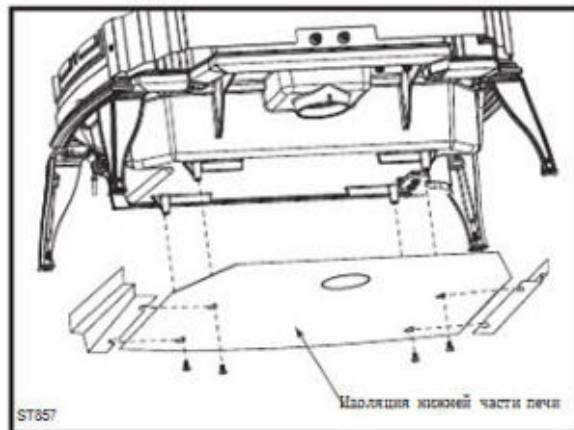

Рис. 15 Установка теплоизоляции нижней части печи
3. Пропустите все 4 болта через большую сторону паза, а затем толкните тепловую изоляцию вперед так, чтобы болты встали в меньшую сторону паза. (Рис. 15)